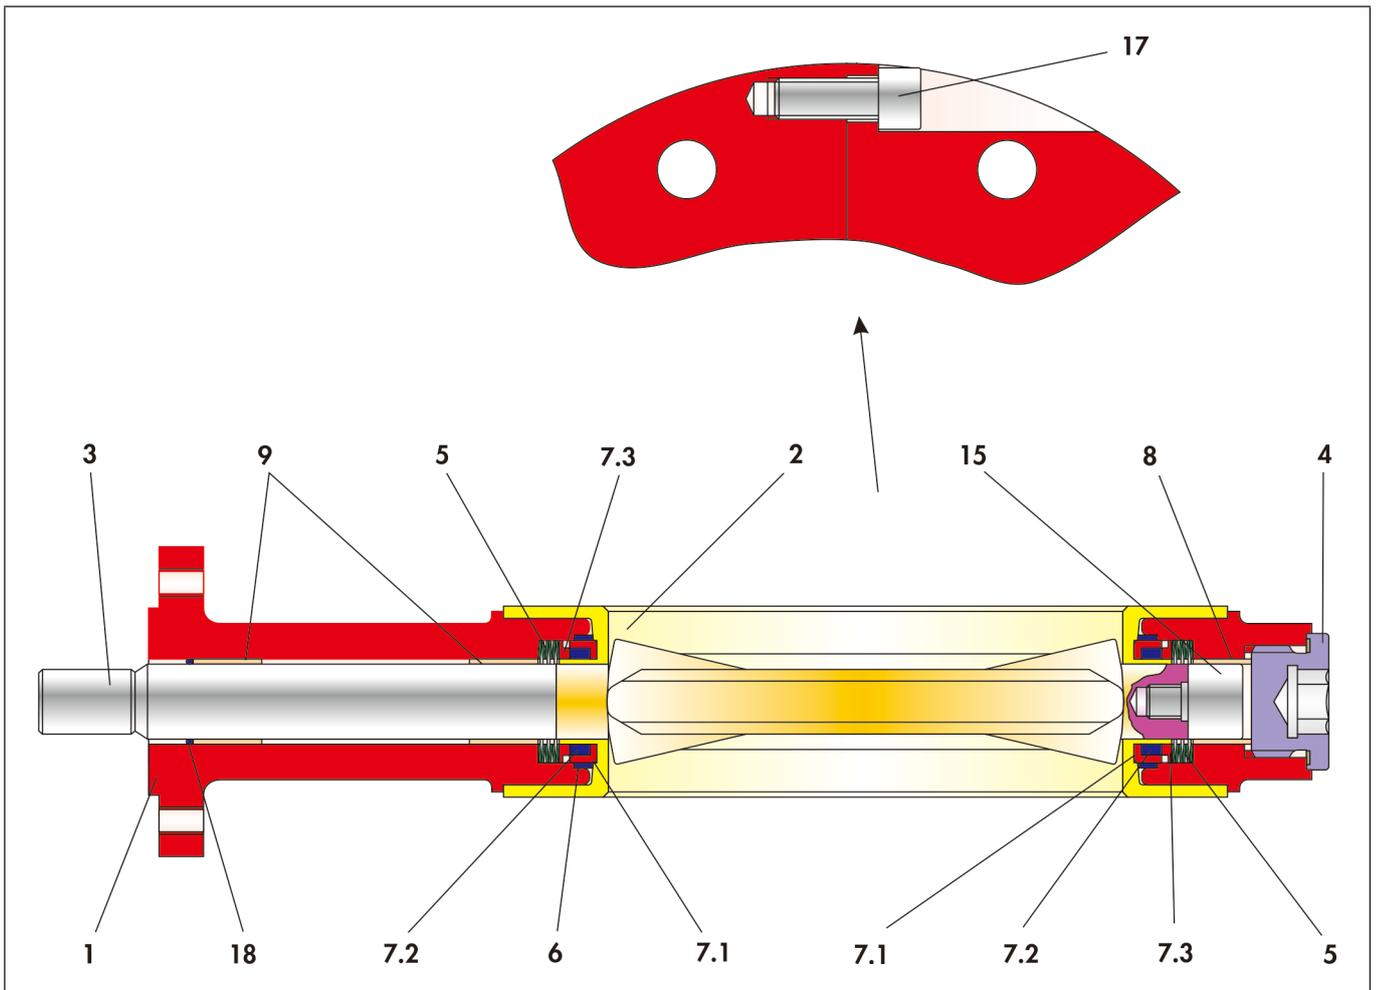

Fig. 3-3 : Vue en coupe de la vanne papillon BR 10e
- ⇒ Insérer le coussinet (8) dans le passage de l'arbre de la moitié inférieure du corps (1b).
- ⇒ Insérer le jeu de rondelles-ressorts (5), composé de 6 rondelles-ressorts, à l'endroit prévu à cet effet dans la moitié de corps (1b). La Fig. 3-3 illustre l'assemblage des rondelles-ressorts.
- ⇒ Insérer le coussinet (9) dans le passage de l'arbre de la moitié supérieure du corps (1a).
- ⇒ Insérer le jeu de rondelles-ressorts (5), composé de 6 rondelles-ressorts, à l'endroit prévu à cet effet dans la moitié de corps (1a). La Fig. 3-3 illustre l'assemblage des rondelles-ressorts.